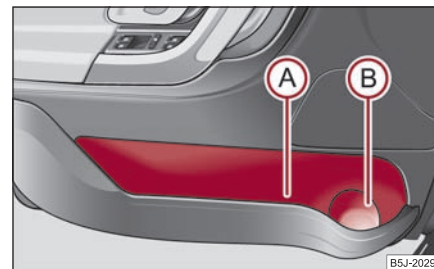

Fig. 111 Compartimentul din uși
Pentru a nu limita spațiul de desfășurare a airbag-ului lateral, utilizați zona (A) ⇒ fig. 111 a compartimentului de depozitare numai pentru depozitarea obiectelor care nu ies în afară. ■